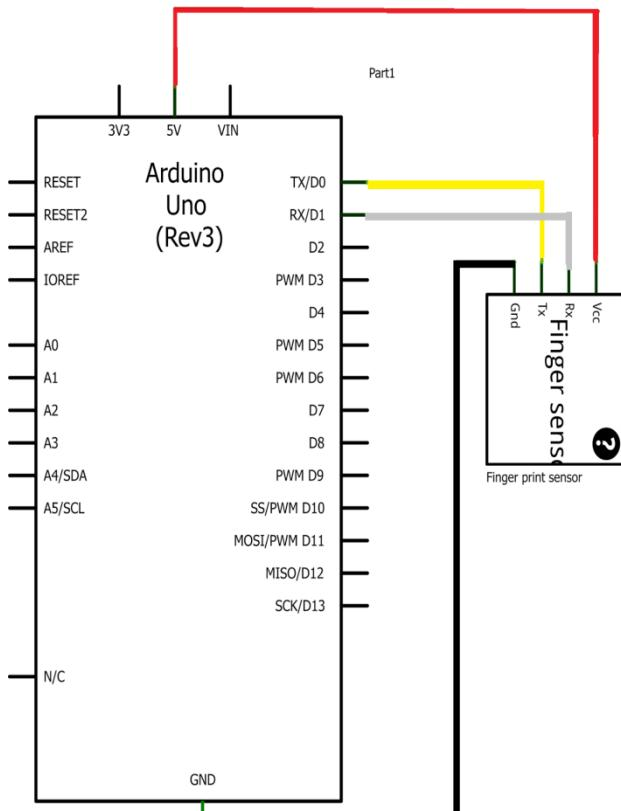

Figure 16
- ❖ Nous relions directement le capteur à (Tx/D0, Rx/D1) comme dans la figure 16 :